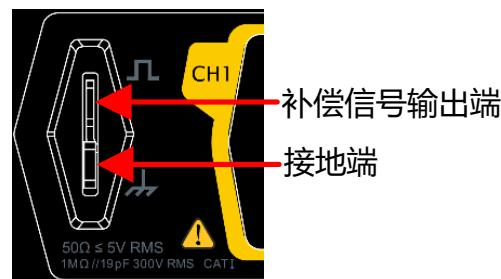

图 7.7 使用补偿信号
- 将探头的接地鳄鱼夹连接至 图 7.7 所示的“接地端”。
- 使用探头连接示波器的通道 1 (CH1) 输入端和 图 7.7 所示的“补偿信号输出端”。